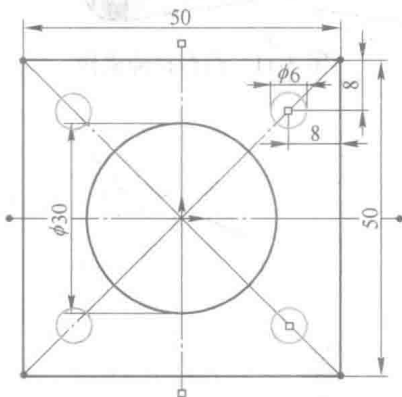
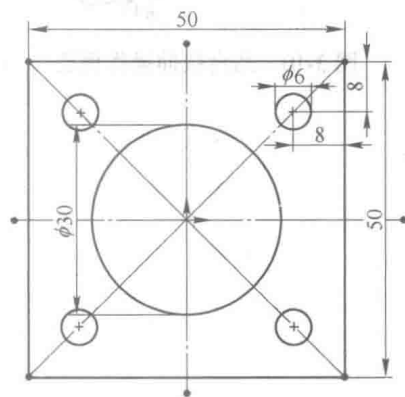

图 3-6 镜向 2 操作预览
图 3-7 镜向 2 操作
(5) 再次单击草图栏上的“镜向实体”按钮, 系统弹出“镜向”属性管理器。同时选中右边两个 $\phi 6$ 的小圆为“要镜向的实体”, 选择过原点的竖直中心线为“镜向点”, 结果如图 3-6 所示。单击“确定”按钮完成镜向操作, 如图 3-7 所示。